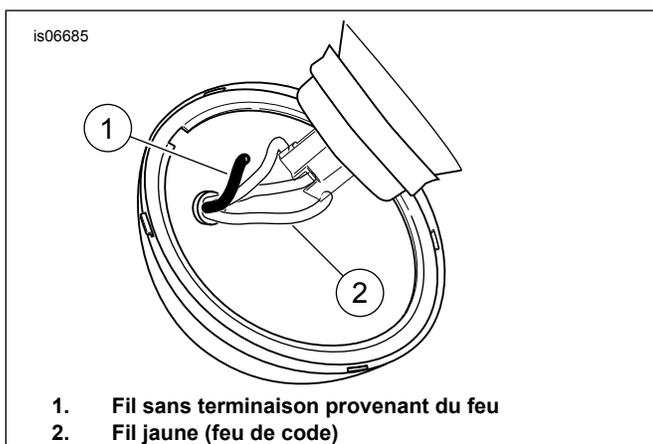

Figure 7. Épisser le fil sans terminaison du commutateur au fil jaune du phare
19. Voir Figure 7. Acheminer le fil sans terminaison (1) du commutateur par l'œillet dans le boîtier du phare. L'épisser sur le fil jaune (feu de code) (2) en utilisant le connecteur électrique Scotchlok[®] (élément 14) du kit.